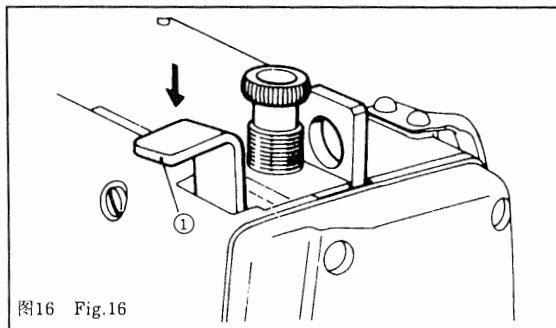

图16 Fig.16
14. 防止切刀降落的方法 图16
14. HOW TO HOLD THE DESCENDING KNIFE Fig.16